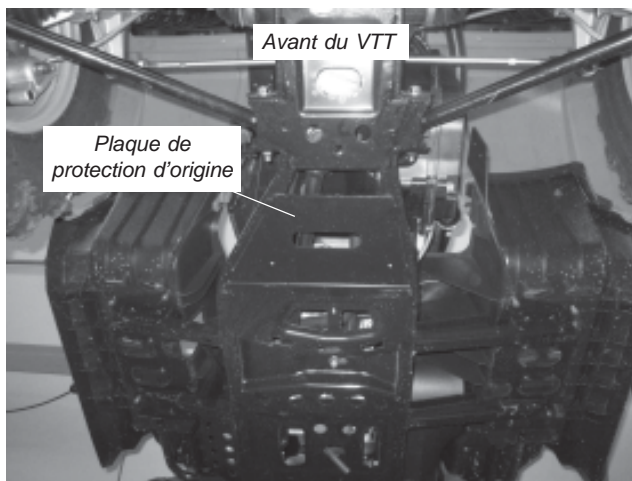

Figure 1
1. Repérez la plaque de protection d'origine sous le VTT (voir Figure 1).
2. Placez le support de montage de la lame (A1) de sorte que la partie arrière du support repose sur le bord la plaque de protection d'origine (voir Figures 1 et 2).